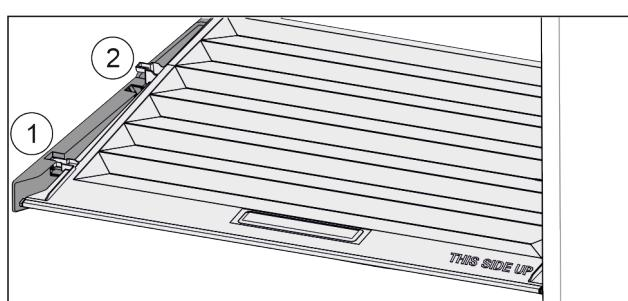

Fig. 81
- Poklopac do otvora u pridržnim dijelovima povucite prema naprijed Fig. 81 (1).
- Podignite ga odozdo sa stražnje strane i izvadite prema gore Fig. 81 (2).